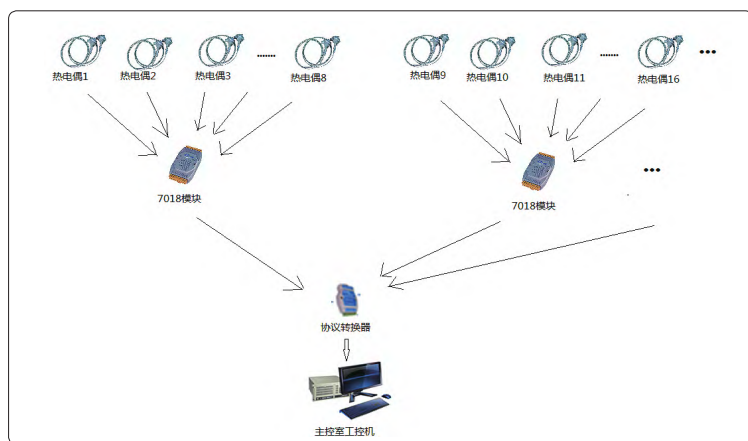

图2 炉缸炉底侵蚀硬件系统组成
4. 炉缸侵蚀的硬件组成：在筑炉时提前把 108 支 K 型铠装热电偶均匀分布预埋在炉缸和炉底的不同高度及不同深度地方，K 型热电偶延长补偿导线接入到 7018 热电偶输入模块并通过 RS485 集线器传输到计算机显示检测点的实际温度。炉缸炉底侵蚀硬件系统组成，如图 2 所示。